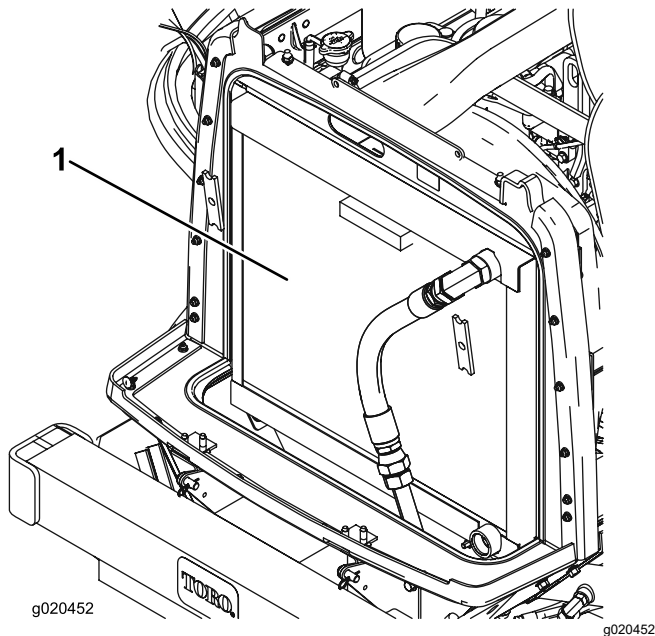

Figure 73
3. Nettoyez soigneusement les deux côtés du radiateur/refroidisseur d'huile à l'air comprimé (Figure 73).